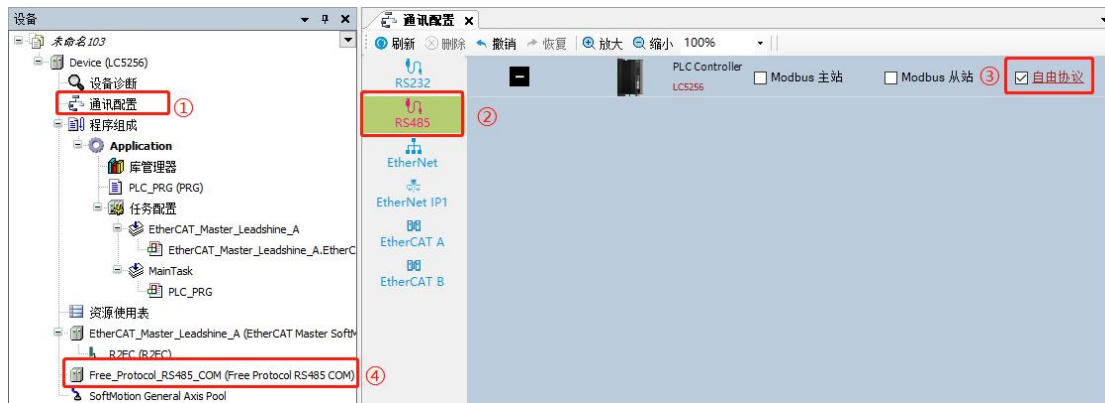

图 12.31 485 总线使能自由协议
鼠标双击网络组态中的“通讯配置”，如图 12.31 所示，单击 PLC 设备，弹出所支持的通信协议的使能窗口。勾选“自由协议”，使能后，变为红色。自由协议使能后，左侧树中，出现了对应的通信配置，如图 12.31 中④处所示“Free_Protocol_RS485_COM”。